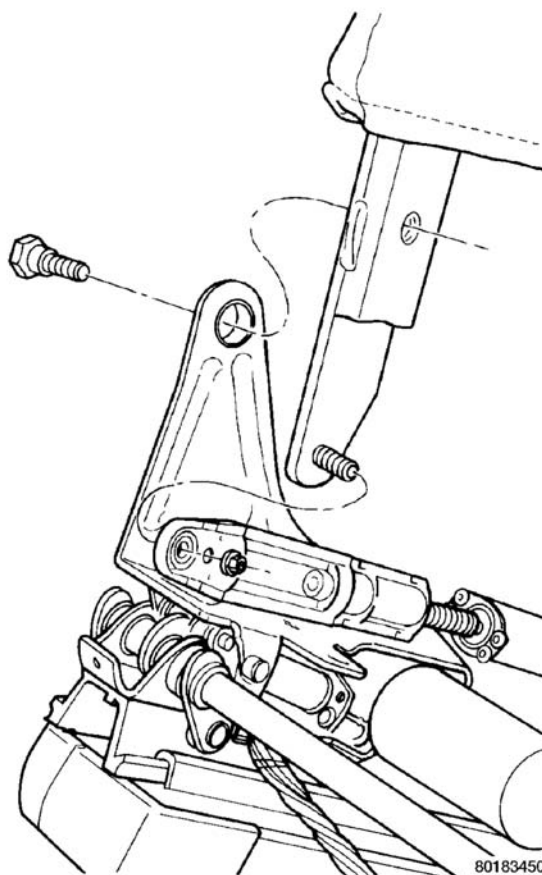

图 15 前座椅靠背
- (1) 卸下头枕套。（参见 23-车身/座椅/头枕套-拆卸）
- (2) 卸下扶手。（参见 23-车身/座椅/扶手-拆卸）
- (3) 卸下座椅靠背角度调整器杆。
- (4) 卸下腰椎支撑调整杆。
- (5) 卸下两个椅垫侧套。（参见 23-车身/座椅/前座椅垫侧盖-拆卸）
- (6) 卸下将座椅靠背角度调整器固定到座椅靠背框架的螺母（图 15）。
- (7) 卸下两个枢轴螺栓，并从座椅靠背角度调整器上卸下座椅靠背。